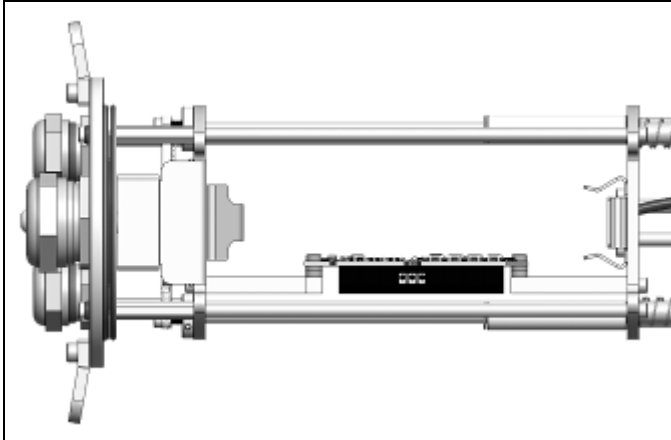

Abbildung 47: Einbau des Industrie-PIF (Ansicht von oben)
5. Fixieren Sie das Industrie-PIF mit den dafür vorgesehenen Schrauben (M3x5) samt Abstandsringen, wie in **Abbildung 47** dargestellt.